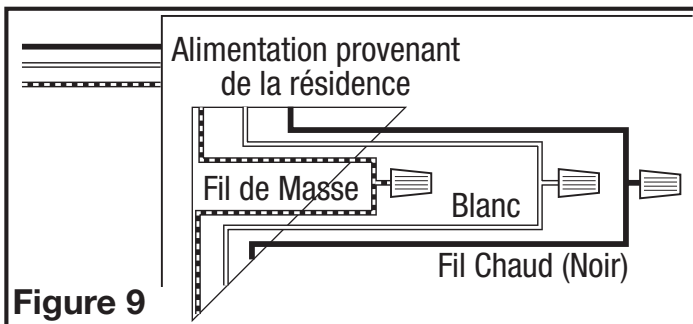

Figure 9
- Par là où vous avez choisi d'accéder à la boîte de jonction du ventilateur, connecter le fil Blanc provenant de la résidence au fil Blanc du réceptacle du ventilateur. Connecter le fil Noir de l'interrupteur mural au fil Noir du réceptacle du ventilateur. Connecter le fil de mise à la terre provenant de la résidence au fil Vert du réceptacle du ventilateur (**Figure 9**). Utiliser des méthodes approuvées pour toutes les connexions.